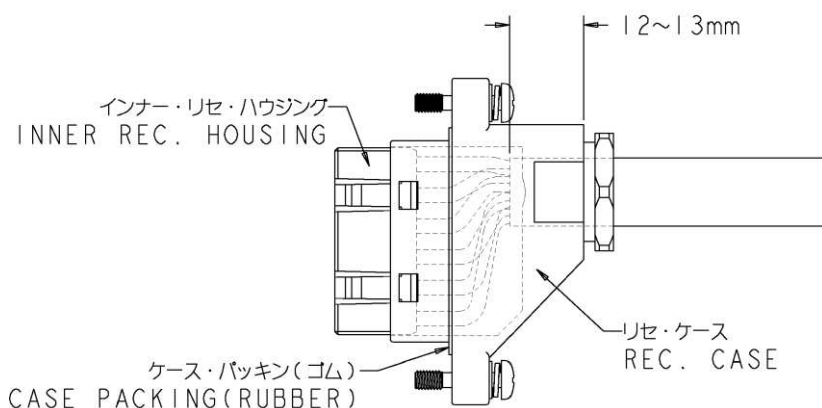

Fig. 5
5) ケーブルの位置決めを行います。ケーブルジャケット端が Fig. 5 の位置に来るように位置決めし、その位置を保持したまま、ワイヤー・ラバーパッキン、ワイヤクランプをリセケース内にずらし、ワイヤ・フィクスト・セット・スクリューを締め付けてケーブルをリセケースに固定してください。スクリューの締め付けトルクは、Fig.6 を参照してください。
5) To positioning and fix the cable to the receptacle case, proceed as follows. Slide the receptacle case so that the end of cable jacket is positioned as Fig. 5. Keeping the position, slide the wire rubber packing, the wire clamp into the receptacle case then tighten the fixed set screw. The fixed set screw must be tighten by the torque in Fig.6.